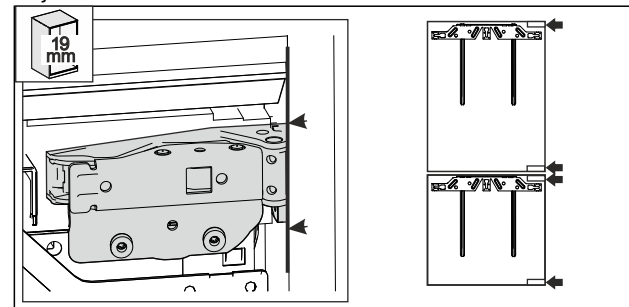

Fig. 57 *
- ▶ 19 mm debela bočna stijenka namještaja: prednji rub šarke poravnat je s prednjom stranom bočne stijenke namještaja. Fig. 57 ()